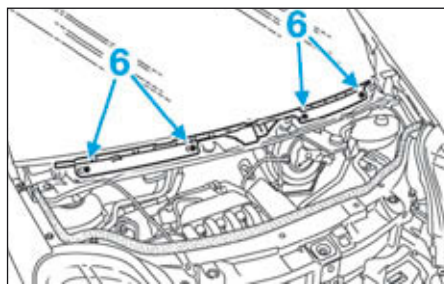

FIG.82
- Déposer les agrafes (6) du support de grille d'auvent (Fig.82).
- Reposer les agrafes (6) du support de grille d'auvent (Fig.82);